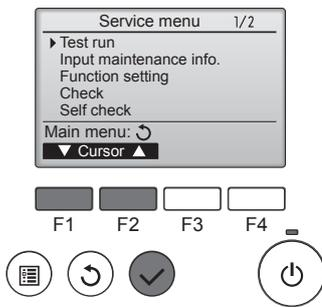

Fig. 7-4
- С помощью кнопки **[F1]** или **[F2]** выберите пункт "Test run" (Тестовый прогон) и нажмите кнопку . (Fig. 7-4)